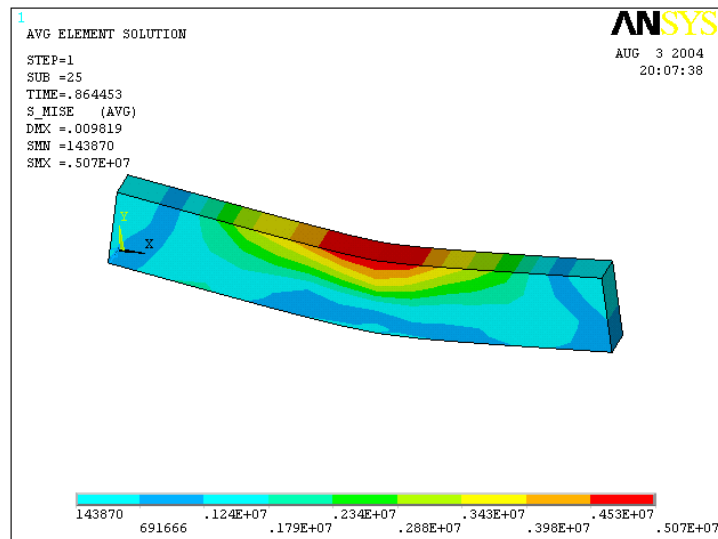

图6.32 单元表等值线图
(2) 在【Item to be plotted】下拉列表框中选择要显示的单元表名称，如【S\_MISE】；在【Average at common nodes】下拉列表框中选择【Yes - average】，表示在公共节点处平均结果。然后单击【OK】按钮即可图形显示单元表数据，如图 6.32 所示。